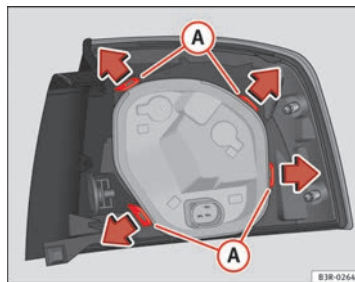

Fig. 222 Lengüetas de fijación en la parte posterior de la unidad de luz trasera
- Desbloquee las lengüetas de fijación A ⇒ fig. 222.